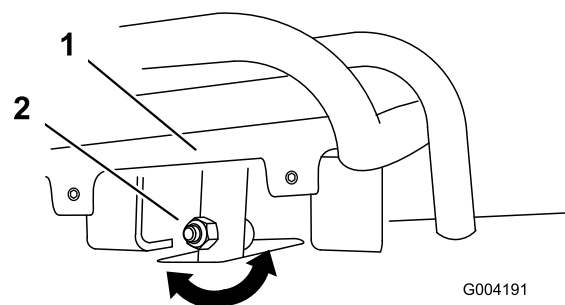
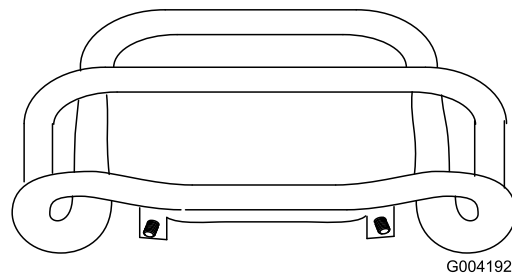

Figura 49
Figura 50
alla barra di riferimento, allentate il dado e imbullonate lo stelo del comando della trazione (Figura 49).
5. Regolate il comando della trazione in modo che rimanga a filo con la barra di riferimento quando viene tirato all'indietro (Figura 49 e Figura 50).
- C. Allentate il dado flangiato e il bullone nello stelo del comando della trazione (Figura 49).
- I. Regolate il comando della trazione in modo che rimanga a filo con la barra di riferimento quando viene tirato all'indietro (Figura 49 e Figura 50).